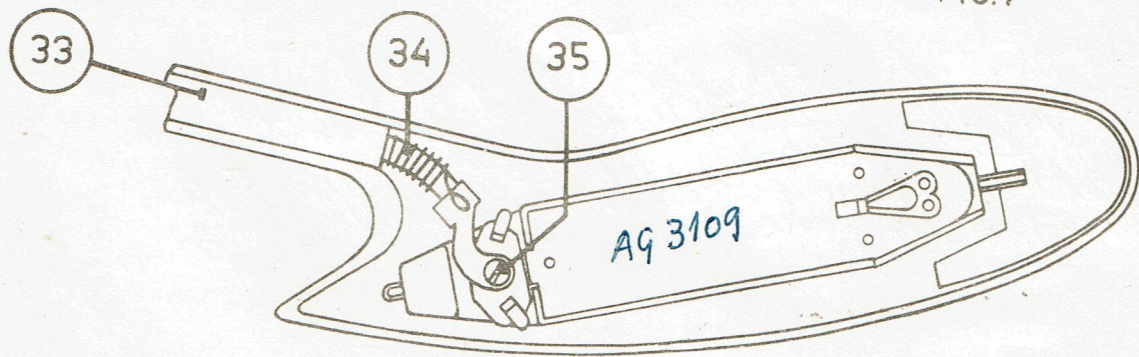

FIG. 8
La connexion du cordon P.U. à la cellule à cristal se fait à l'aide d'une petite plaque de bakélite munie de deux contacts à pression, et fixée au bras de P.U. à l'aide d'une vis (voir pos. 35 de la fig. 8 de la documentation Service).